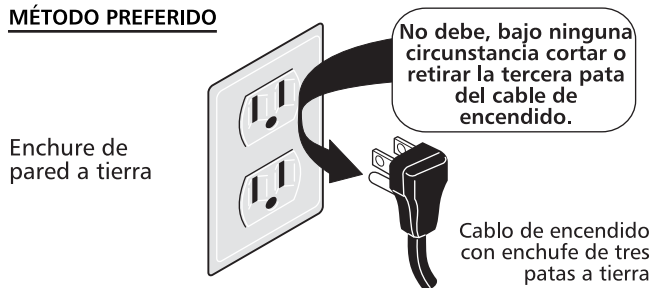

Figura 9
El cable de encendido de este artefacto incluye un enchufe de tres patas (a tierra) que calza con un enchufe de pared de tres patas de conexión a tierra (ver Figura 9) para disminuir la posibilidad de peligro de choques eléctricos desde el artefacto.
4. Ajuste bajo ("LO") ara la válvula de los quemadores de superficie (Figura 9)
5. Ajuste bajo "LOW" para la válvula de quemador de superficie doble (algunos modelos) (Figura 9)